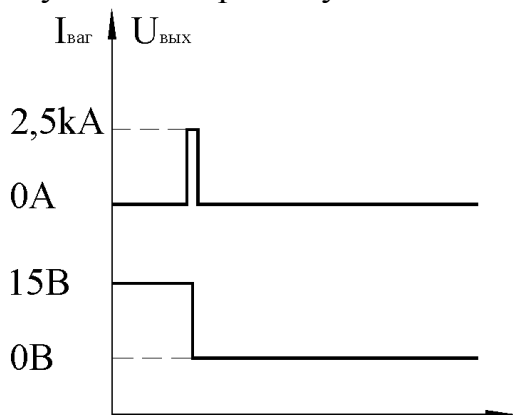

Рисунок 2 Диаграммы, поясняющие работу изделия при фиксации факта КЗ
1.4.2 При фиксации факта короткого замыкания датчиком ДКЗ-760 на соответствующем выходе блока БККЗ-760 формируется и фиксируется до выключения питания +80В выходной сигнал типа «открытый коллектор», соответствующий открытому состоянию транзистора (смотри рисунок 2).